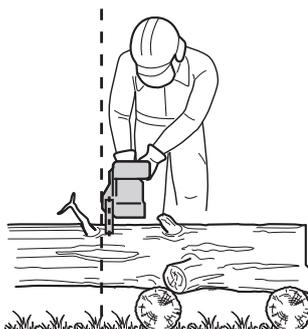

Fig. 29
- > Utiliser exclusivement l'outil dans une position sécuritaire. Tenir l'outil sur le côté droit du corps (Fig. 29).